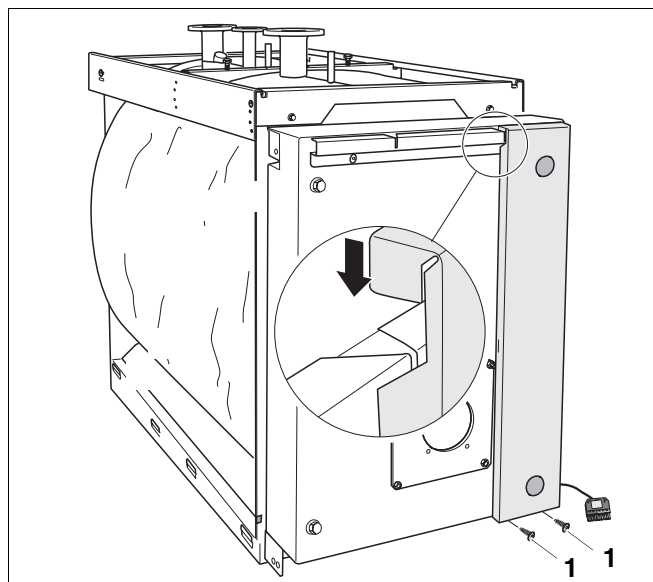

Рис. 27 Установка правой декоративной панели
- Подвесить правую декоративную панель вверху в траверсу и внизу закрепить 2 самонарезающими винтами M5x10 (рис. 27, поз. 1).